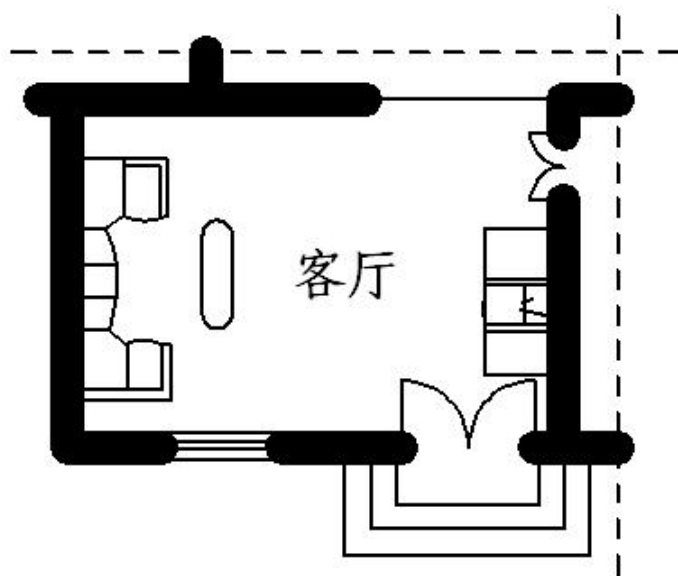

图 8-18 客厅平面布置图
2、将图 8-18 中所所示的沙发、茶几、门和电视桌创建为图块，再插入到客厅平面图中，形成客厅平面布置详图。